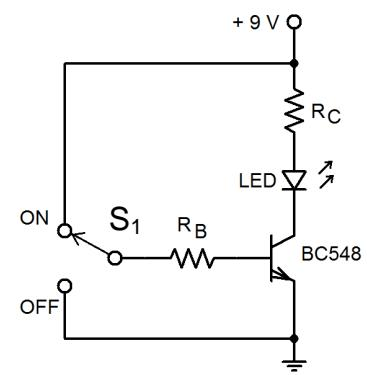

Figura 2.83.
**Exemplo 51** (MARQUES, JÚNIOR e CRUZ, 1996) – No circuito da Figura 2.83, o LED é acionado quando a chave está na posição ON e desacionado quando a mesma está na posição OFF. Para o cálculo dos resistores de polarização do TJB na região de SATURAÇÃO (chave  $S_1$  na posição ON) é preciso o conhecimento dos parâmetros nominais do transistor e do LED.